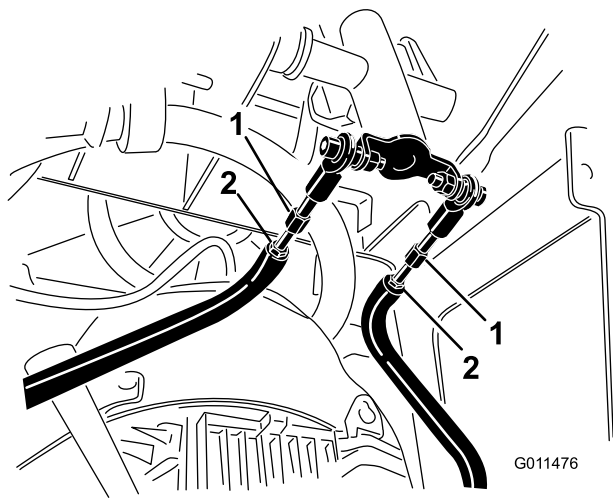

Figura 53
- D. Afloje las contratueras de las varillas de tracción, debajo del panel de control (Figura 53).